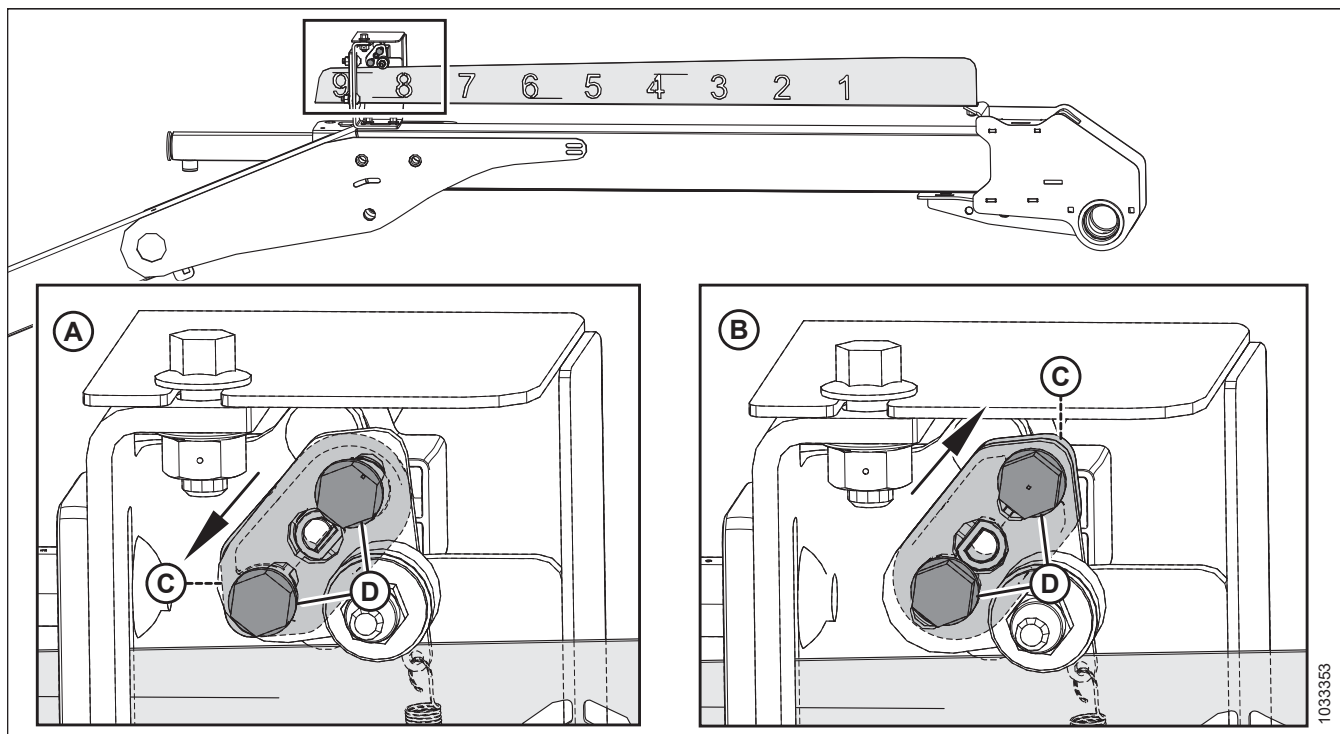

Figure 7.19: Configurations du bras de capteur
Notez l'orientation du bras du capteur (C) et du matériel (D). Assurez-vous que le bras du capteur est correctement configuré pour votre machine ; reportez-vous à la figure 7.19, page 208.